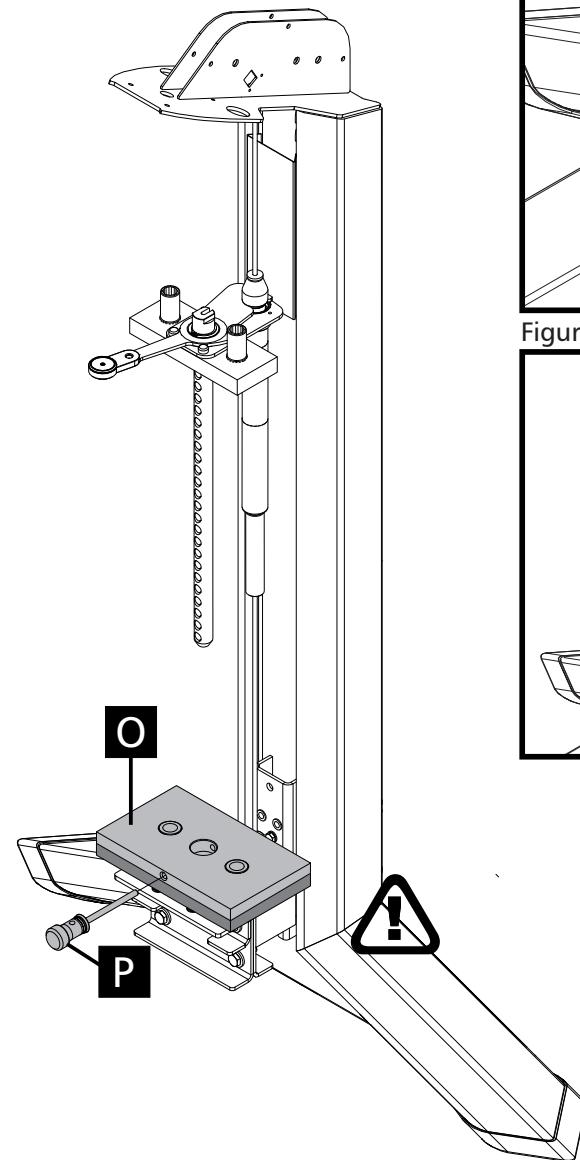

Figura 8-1
1 - Coloque um peso (O) e trave com o pino seletor (P) (Figura 8-1).